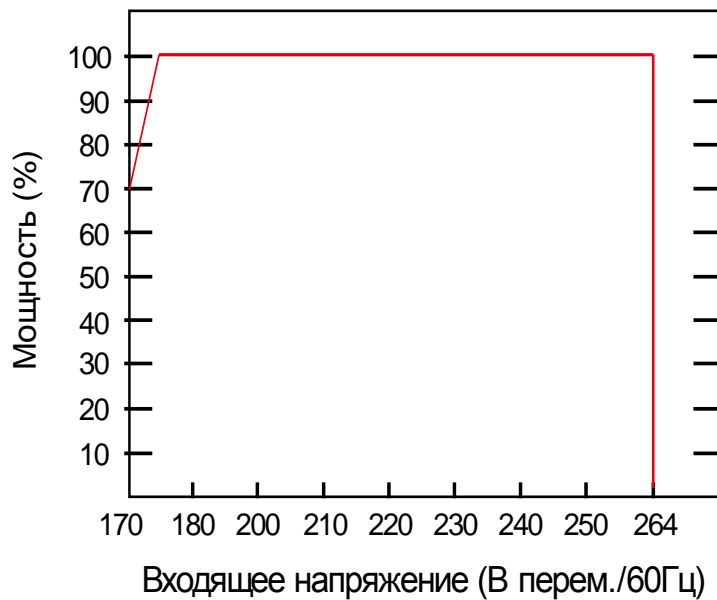

Рисунок 4.
- Снижение показателей входного напряжения питания может привести к уменьшению номинальных характеристик изделия. Перед установкой блока питания **ОБЯЗАТЕЛЬНО** проверьте характеристики питающей сети (**Рисунок 4**).